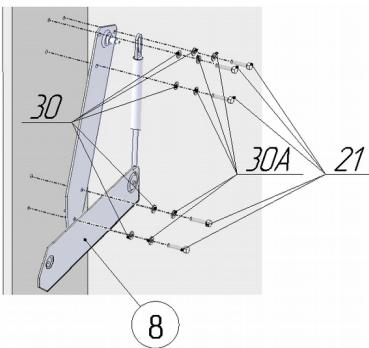

Рис.4.1 Слева
4. Присоединить к боковинам короба механизмы подъёма поз.7 и 8, используя болт M8x25 поз.21, шайбы Ø8 поз.30, шайбы стопорные Ø8 поз.30A (рис.4.1 и 4.2).
БОЛТА ПОЗ.21 (СМ. РИС. 4.1 И